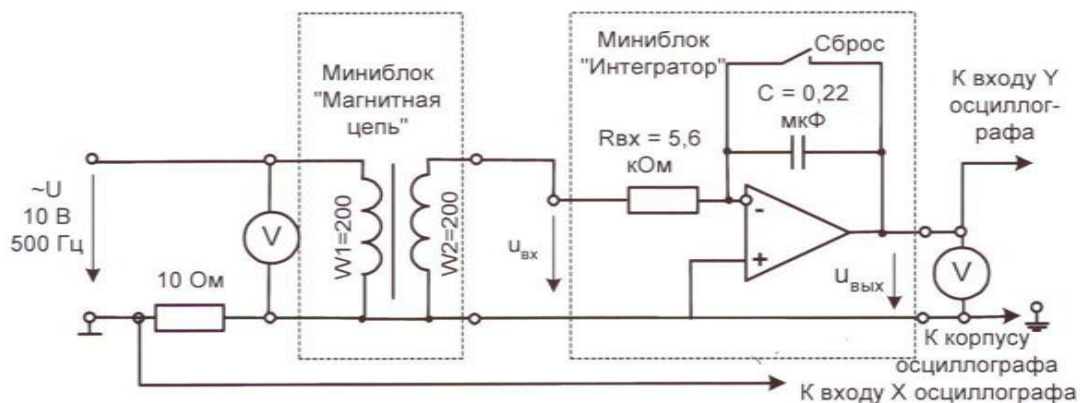
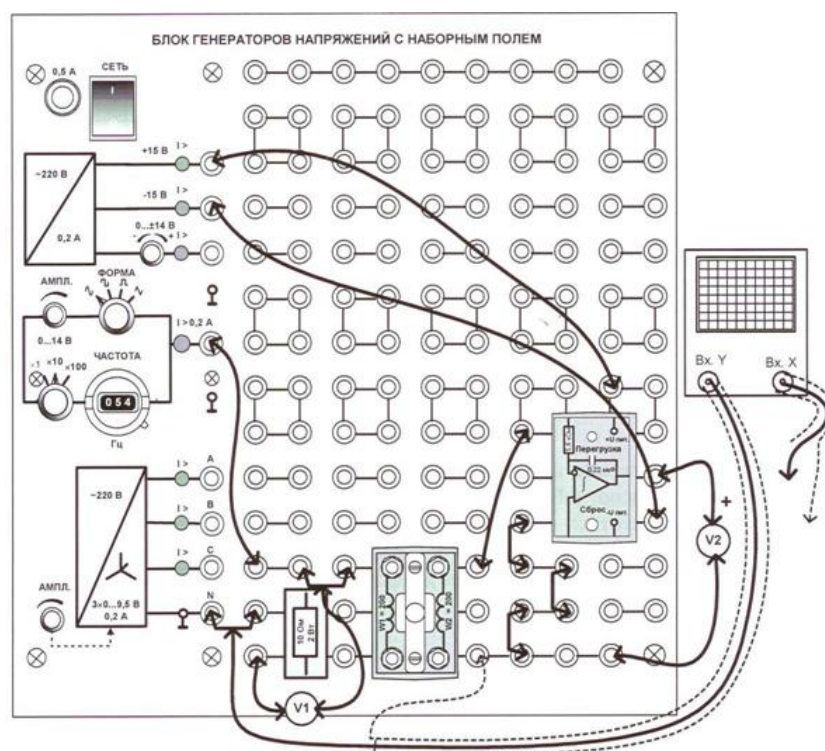

Рис. 14.1. Принципиальная схема установки
Рис. 14.2. Монтажная схема
5.1. Соберите цепь согласно принципиальной схеме (Рис. 14.1) и монтажной схеме (Рис. 14.2). Для начала включите осциллограф для наблюдения кривой тока (как показано на монтажной схеме).
5.10. Подсоедините входы осциллографа X и Y как показано на принципиальной схеме рис. 14.1 для наблюдения петли гистерезиса.